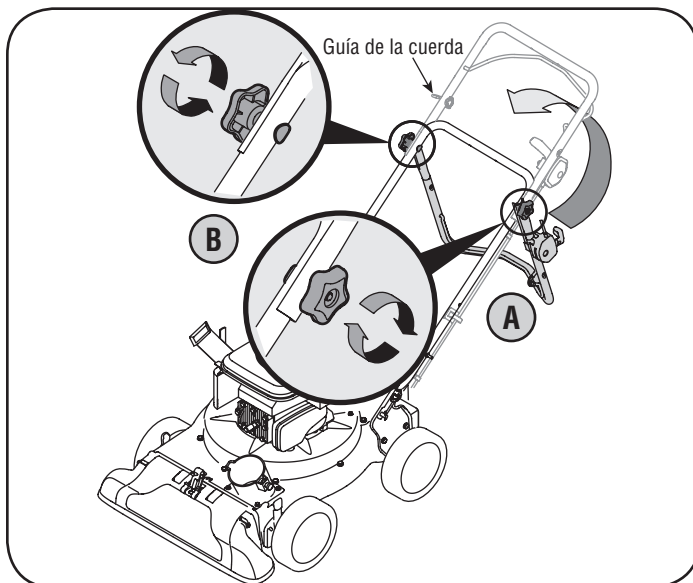

Figura 3
- a. Despliegue la manija superior hasta que quede alineada con la manija inferior. Asegúrese que la guía de la cuerda esté situada a la derecha de la manija superior. Vea la figura 3.
- b. Para sujetar las dos manijas ajuste las perillas de la manija (los pernos del carro deben estar colocados de forma adecuada en la manija). Vea la figura 3.